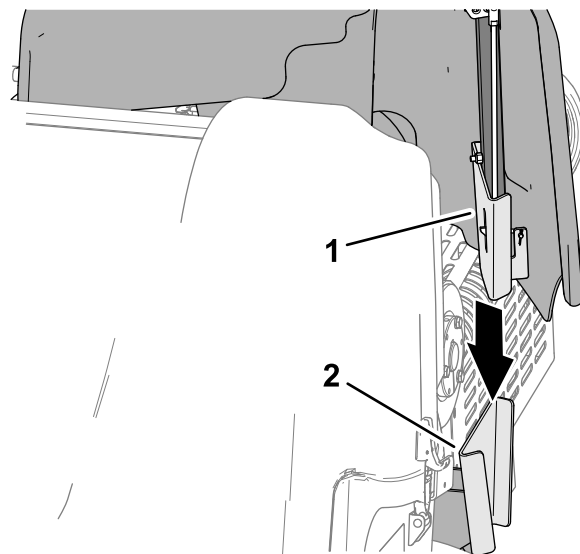

Figure 133
1. Alignez le support du protège-courroies sur le support de capot du cadre de la machine (Figure 133).